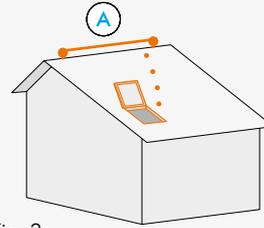

Fig. 3
- **Desde el interior**, a través de una trampilla (Fig. 3).